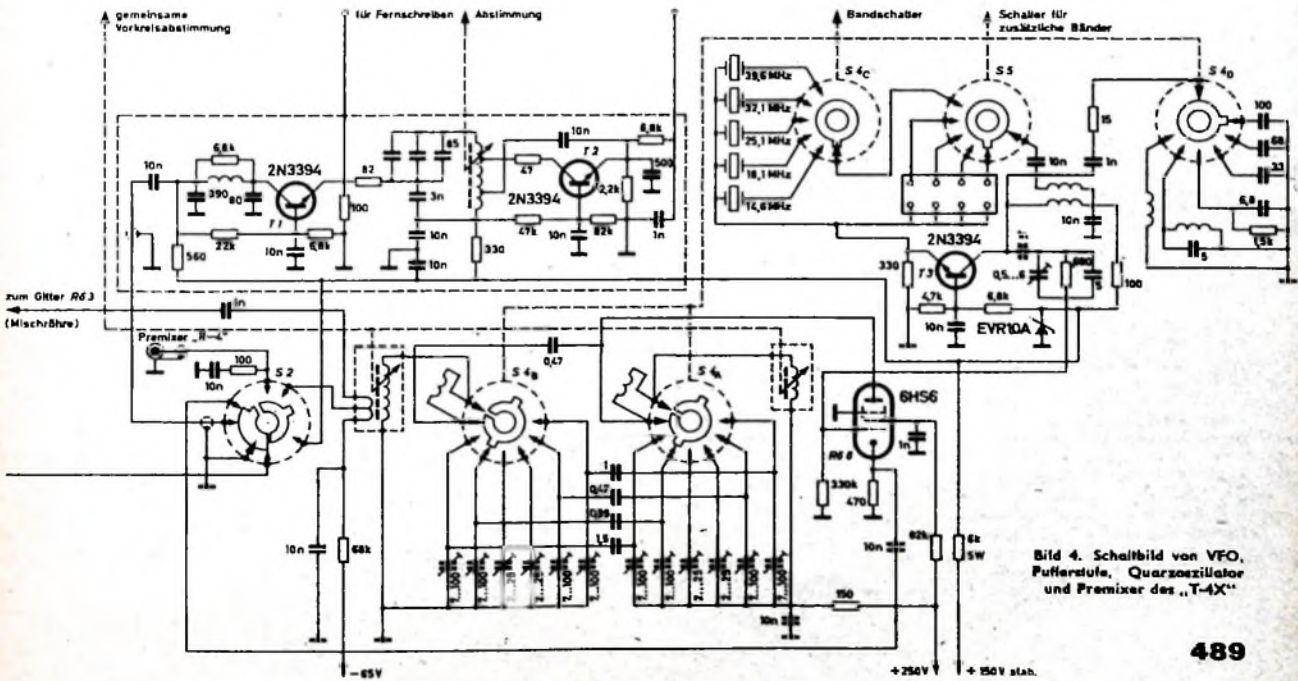

Bild 4. Schaltbild von VFO, Pufferstufe, Quarzoszillator und Premixer des „T-4X“
Die Schaltung von VFO, Pufferstufe Quarzoszillator und Premixerstufe ist als Teilbild der Gesamtschaltung im Bild 4 wiedergegeben. Der mit einem Siliziumtransistor (T 2) bestückte VFO hat induktive Abstimmung von 4955 ... 5455 kHz und ist, um eine hohe Frequenzstabilität zu erreichen, temperaturkompensiert. Um Rückwirkungen von der folgenden Mischstufe auszuschalten, schließt sich eine transistorisierte Pufferstufe (T 1) an. Das Signal wird an deren Kollektor über ein Filter entnommen und über den Umschalter S 2 der Katode der Premixerstufe mit der Röhre 6HS6 (Rd 8) zugeführt. Zur Gewinnung der endgültigen Oszillatorfrequenz für die Umsetzung auf die einzelnen Amateurbänder führt man dem Gitter dieser Mischröhre das Signal von einem eben-
Bild 4. Zur Berechnung von  $d$  und  $I$  mit dem Nomogramm nach Bild 3. Bekannte Werte von  $F$  (Wickelraum) und  $S$  (mittlerer Umlang einer Windung) durch Linie 1 verbinden; Schnittpunkt (Zapfenpunkt) auf der gestrichelten Mittellinie mit bekanntem Wert auf der  $U$ -Leiter durch Linie 2 verbinden, Verlängerung von 2 schneidet 4. Leiter mit gesuchten Werten von  $d$  und  $I$ , die jedoch nur für blanken Draht gelten ( $d_{\text{unkorr}}$  beziehungsweise  $I_{\text{unkorr}}$ ). Die Isolationsdicke  $\delta$  des Drahtes läßt sich unter Zuhilfenahme des rechten Teils des Nomogramms berücksichtigen (Schritte 3, 4 und 5 oder 3 und 5), so daß sich schließlich die korrigierten Werte  $d_{\text{korr}}$  beziehungsweise  $I_{\text{korr}}$  ergeben.
Zur Vereinfachung der hier dargestellten Berechnung eignet sich das Nomogramm Bild 3, das bei vorgegebenem  $U$ ,  $S$  und  $F$  gemäß Bild 4 benutzt wird und die gesuchten Werte von  $d$  und  $I$  liefert. Ist dagegen die Stromstärke  $I$  festgelegt (zum Beispiel wenn die Spule im Anodenkreis einer Röhre liegt), dann kann man mit dem Nomogramm aus  $I$ ,  $F$  und  $S$  den Spannungsabfall an der Spule bestimmen. Schließlich können auch bei bekanntem  $U$  und  $I$  die geometrischen Daten des benötigten Wickelkörpers erhalten werden.
Wegen der einleitend erwähnten Unsicherheit der Berechnung infolge verschiedener Dicke  $\delta$  der Lackschichten ist die 4. Leiter ( $d$  und  $I$ ) des Nomogramms (linke Seite im Bild 3) zunächst für blanken Cu-Draht berechnet, wobei in Gl. (6) für  $A$  nur  $A_1$  eingesetzt wurde. Das aus Gl. (6) erhaltene  $d$  muß nun noch mit  $\sqrt{A_2} = d/d_1$  multipliziert werden. Graßlich wird dies erreicht, indem das Kurvenfeld  $d/d_1 = f(\delta)$  (rechte Seite im Bild 3) gemäß Bild 4 benutzt wird, um vom unkorrigierten  $d$  und dem bekannten  $\delta$  zum korrigierten  $d$  des isolierten Drahtes zu kommen. Hierbei ist  $\delta$  keineswegs für alle Drahtdicken gleich, sondern wächst mit steigendem Durchmesser (vgl. Messungen und Herstellerangaben). Ist nichts Näheres über  $\delta$  bekannt, so kann für Cu-L-Drähte der schraffierte Bereich im Bild 3 ersatzweise als Wendepunkt verwendet werden.